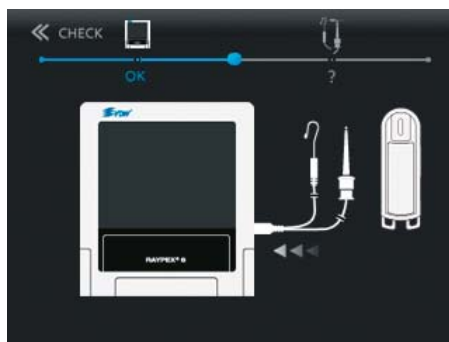

Fig. 32: Conecte el cable de medición
- Conecte el cable de medición al dispositivo (Fig. 32).